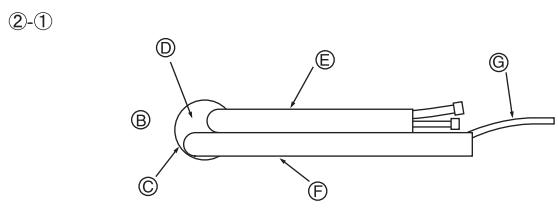

Fig. 3-5
② Tuyautage gauche et arrière gauche
- ②-① Pour le tuyautage arrière gauche, sortir les tuyaux de l'orifice pour déterminer leur longueur correcte puis les couder. L'appareil intérieur devrait être installé sur la structure de montage mural. (Fig. 3-5)